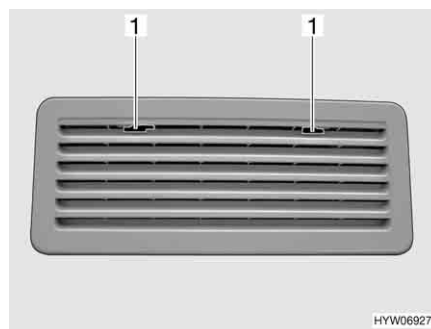

Fig. 102 Griglia di aerazione del frigorifero
- Spingere verso il centro l'arresto (Fig. 102,1).